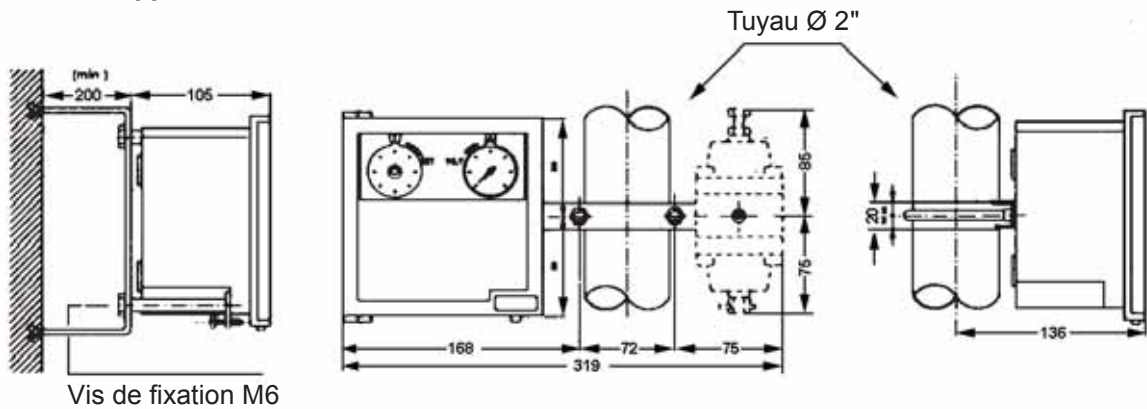

Fig. 2
**Pour l'installation au mur**, procéder à la pose dans le mur de 2 profilés en fer munis d'agrafes de fixation. Fixer le boîtier avec 2 vis passantes M6 à visser dans les trous filetés des colonnes de montage (Fig.2).
Le montage de l'appareil peut également être sur un **support tubulaire vertical** de 2" par le biais d'une patte de fixation (voir Fig. 2). La patte de fixation peut également être de type à rallonge et être utilisée pour fixer le filtre réducteur.